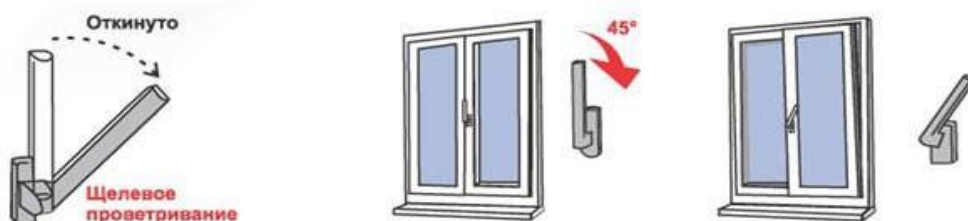

Рис. 3.
4. Для перевода створки в положение «Проветривание» ручку поворачивают из положения «Откинута» в положение «Проветривание» на 45 градусов (см. Рис. 3). При этом створка окна (после небольшого поворота относительно нижней горизонтальной оси) фиксируется, будучи неплотно прижатой к раме окна вверху. Зазор между рамой окна и створкой (в верхней части) в данном режиме может составлять от 5 до 10 мм. и регулируется небольшим поворотом ручки (**щелевой режим**).